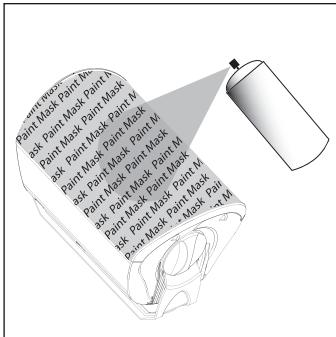

FIGURA 8: Despues de aplicar la capa base, aplique capas delgadas del color de acabado.
2. Aplique el color del acabado sólo cuando la base esté completamente seca [figura 8].